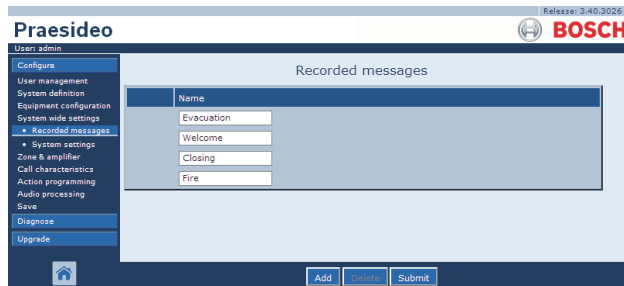

figura 45.6: Anular o registo de uma mensagem, passo 1
- Vá para *Configure > System wide settings > Recorded messages* para abrir a página *Recorded messages*. Aparece um ecrã semelhante ao da figura 45.6 na moldura principal da interface da Web.